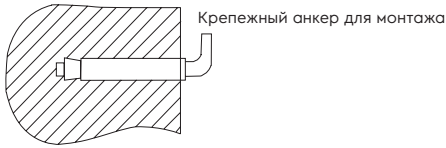

Рис. 2
- После выбора места монтажа определите места под два крепежных болта с крюками (в зависимости от спецификаций выбранного изделия). Прodelайте в стене два отверстия необходимой глубины с помощью сверла размером, соответствующим размеру крепежных болтов, вставьте винты, поверните крюк вверх, плотно затяните гайки, а затем установите на него электрический водонагреватель (см. рис. 2).